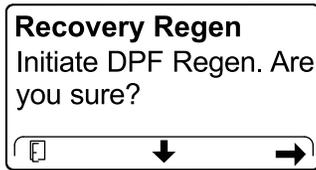

Figura 57
4. Nella schermata INITIATE DPF REGEN premete il pulsante destro per continuare (Figura 57).